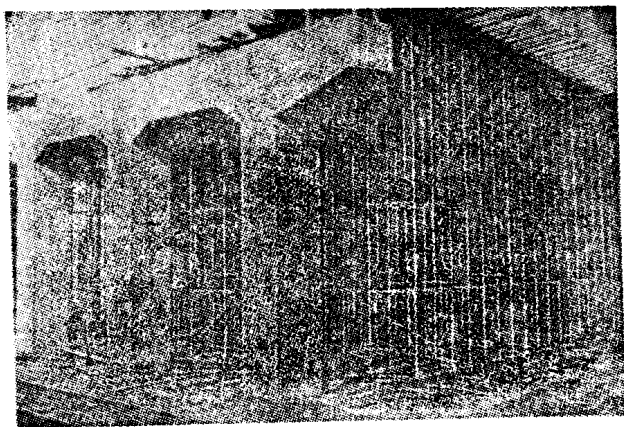

图 1-8 门式架组合模板支撑
(3) 门式脚手架模板支撑 以门式脚手架的钢管门架组装作支撑用。在门架方向、剪刀撑方向及侧面分别用水平连接材料等连接起来, 形成立体构架(图1-8)。